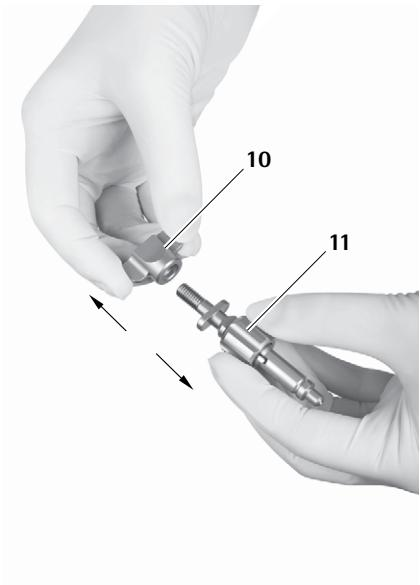

Fig. 17
- Desenroscar la tuerca de mariposa **10** del adaptador para brazo de soporte **11**, ver Fig. 17.